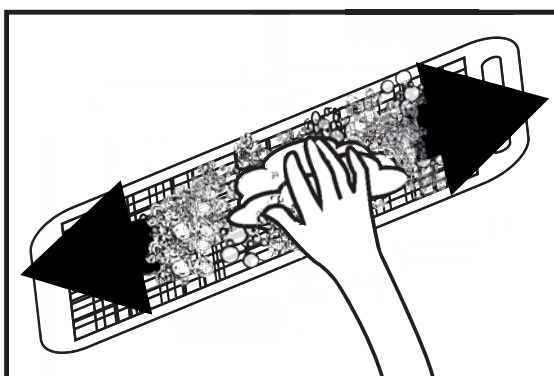

Fig. 15
- ▶ **5.2.3.** Filtr należy wyczyścić stosując delikatny detergent i miękką szmatkę (Rys. 15). Należy upewnić się, że filtr jest idealnie suchy.